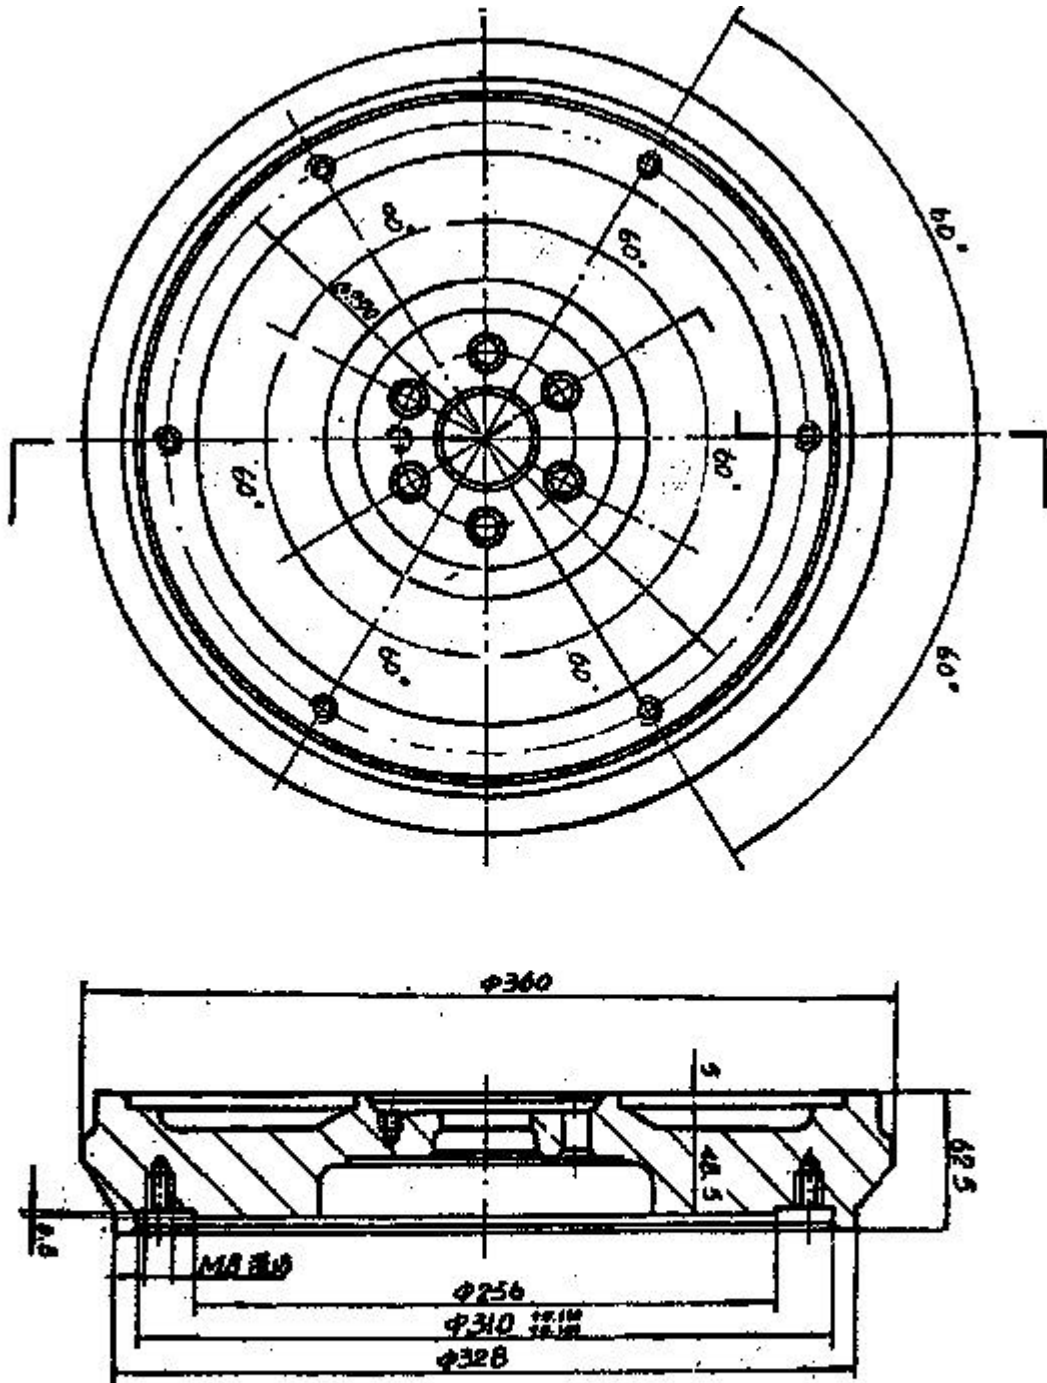

Figura 1-8
- e) Dimensiones del volante del motor Diesel 395A.. Figura 1-8